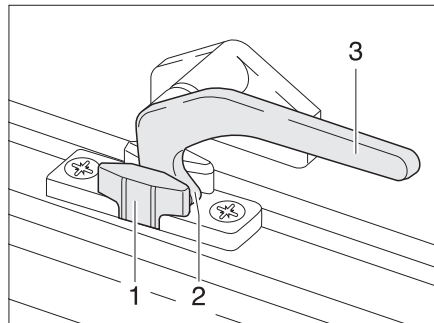

Bild 43 Låsarm i läget "Kontinuerlig vädring"
- I läget "Kontinuerlig vädring" (Bild 43)
- Sväng låsarmen (Bild 43,3) ett kvarts varv mot fönstrets mitt.
- Sväng låsarmen ett kvarts varv mot fönsterkarmen. Därvid måste låsspaken (Bild 43,2) föras in i spåret på fönsterlåset (Bild 43,1).